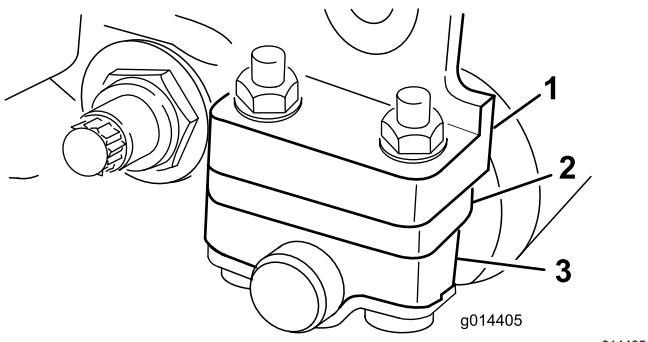

図 8
- 刈り高さと下刃の選択表 (ページ 10) に従って、サイドプレート取り付けフランジ (図 8) の下に必要な枚数のスペーサーを入れて、後部ローラーブラケットを希望の刈高範囲に調整する。